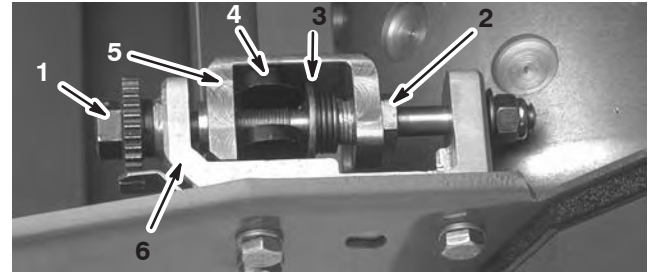

Bild 45
1. Drehen Sie die Einstellschraube des Untermesserträgers nach links, bis der Kanal im Einstellrahmen durchhängt (Bild 45).
2. Drehen Sie die Federspannungsschraube mit einem normalen Schlüssel (7/8 Zoll) heraus, bis die Druckscheibe nicht mehr gegen den Untermesserträger angespannt ist (Bild 45).
4. Nehmen Sie jede Schraube des Untermesserträgers ab, damit der Untermesserträger nach unten gezogen und von der Maschine entfernt werden kann. Bewahren Sie die beiden Nylon- und die beiden Scheiben aus gestanzten Stahl an jedem Ende des Untermesserträgers auf (Bild 45).